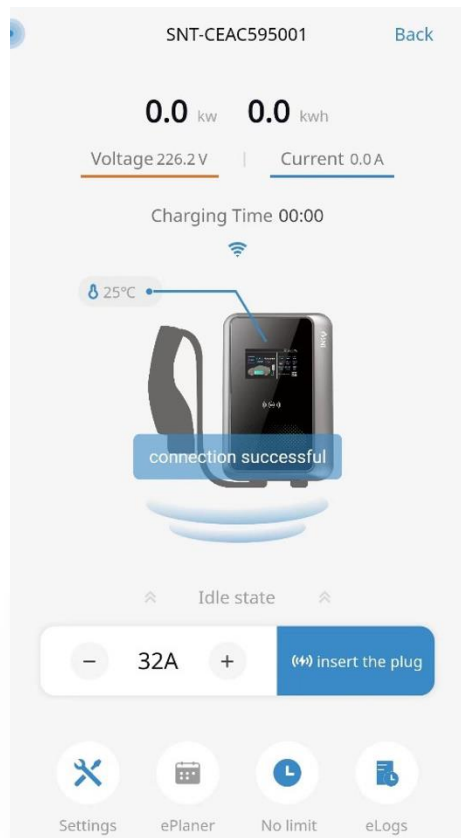

рис.20
- Начало зарядки: После того как вы вставили штекер, вы можете нажать кнопку «начать зарядку», чтобы начать зарядку, как показано на рис.20;